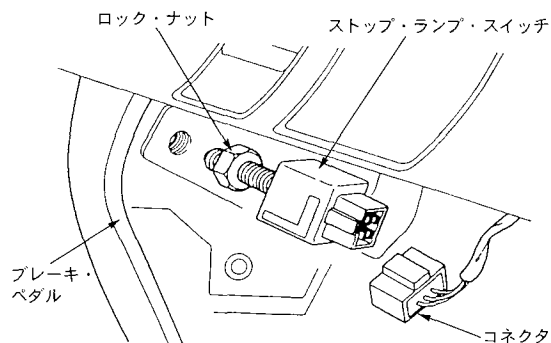

図 I-11 ストップ・ランプ・スイッチの脱着
(1) 脱 着 (図 I-11)
- ①コネクタの接続を外す。
- ②スイッチのロック・ナットを緩める。
- ③スイッチを回して外す。
(2) 点 検